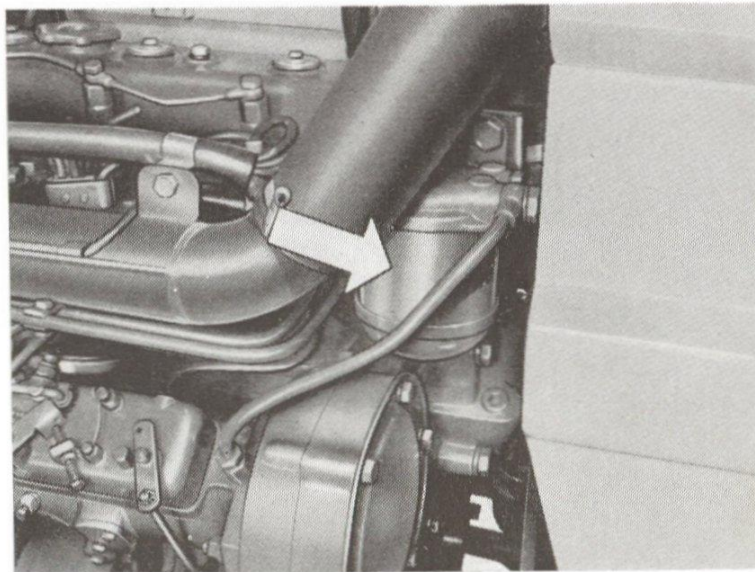

Fig. 15. - Second filtre à gas-oil (filtre de sécurité).
- **Filtres du gas-oil** - Il est recommandé de changer la cartouche du filtre du gas-oil (opération n. 21) toutes les 400 heures de travail et chaque fois que des difficultés d'alimentation se présentent. Si le remplacement de la cartouche ne suffit pas à éliminer ces difficultés, changez également la cartouche du filtre de sécurité (fig. 15). Pendant la période de garantie le démontage du filtre de sécurité ne doit être effectué que par du personnel autorisé. L'enlèvement des plombs situés sur le filtre de sécurité et sur la pompe d'injection de la part d'autres personnes annule toute responsabilité de FIAT aux effets de la garantie.